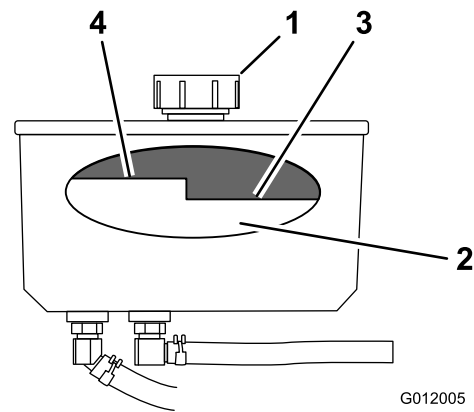

Figura 68
3. Limpie alrededor del cuello de llenado y el tapón del depósito de aceite hidráulico (Figura 68).
4. Retire el tapón del cuello de llenado (Figura 68).
Nota: El nivel de fluido debe estar por debajo del nivel caliente del tabique cuando el fluido está caliente (Figura 68).